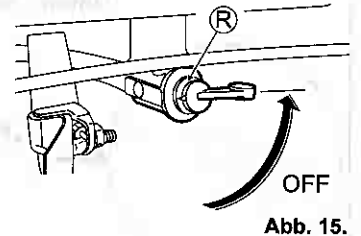

Abb. 15.
3 Stellen Sie den Kraftstoffhahn (R) auf "OFF" (AUS). (Siehe Abb. 15.)